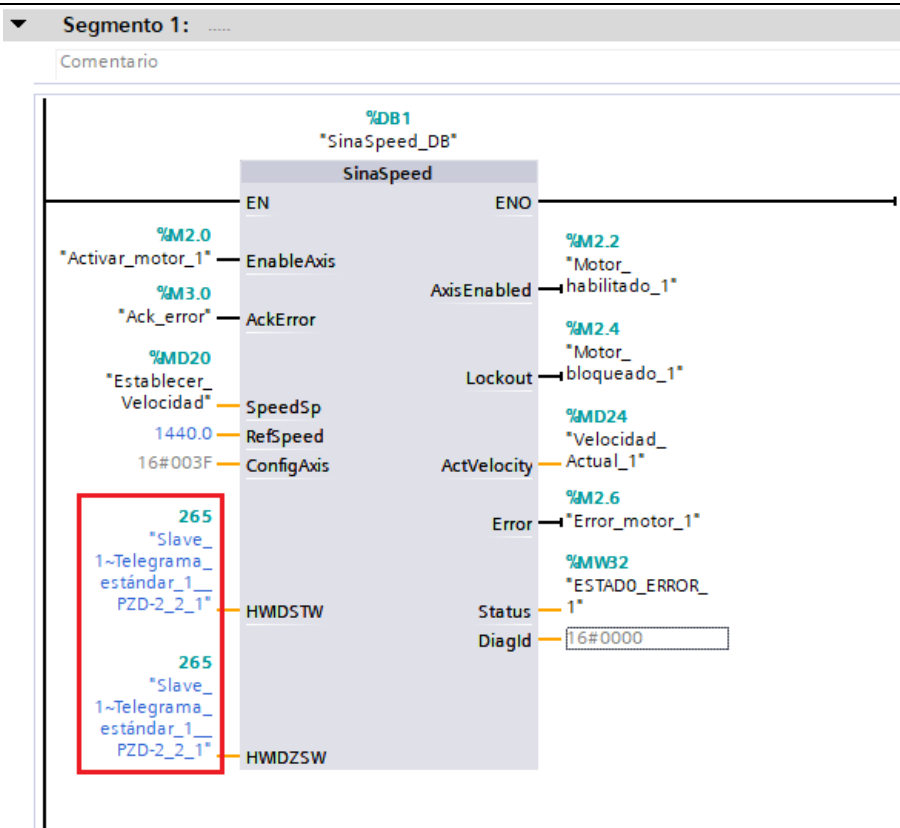

Figura 30. Bloque SinaSpeed Motor 1.
- El bloque SinaSpeed para el primer variador queda configurado de la siguiente manera (ver Figura 30).